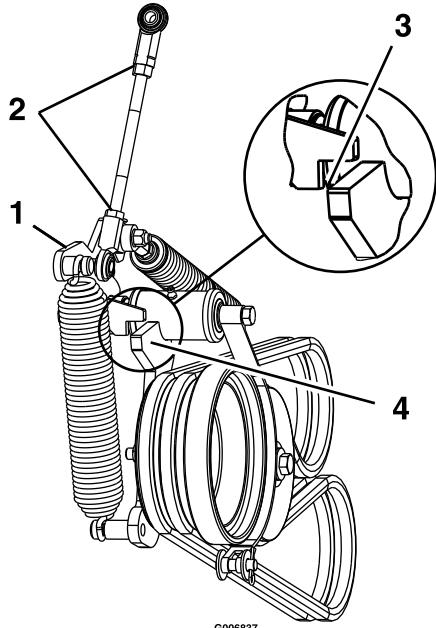

Figura 52
13. Afloje las contratuerzas y ajuste el acoplamiento hasta que el extremo superior del brazo de la polea tensora esté alineado con el borde inferior de la muesca del brazo tensor, según se muestra en Figura 52.